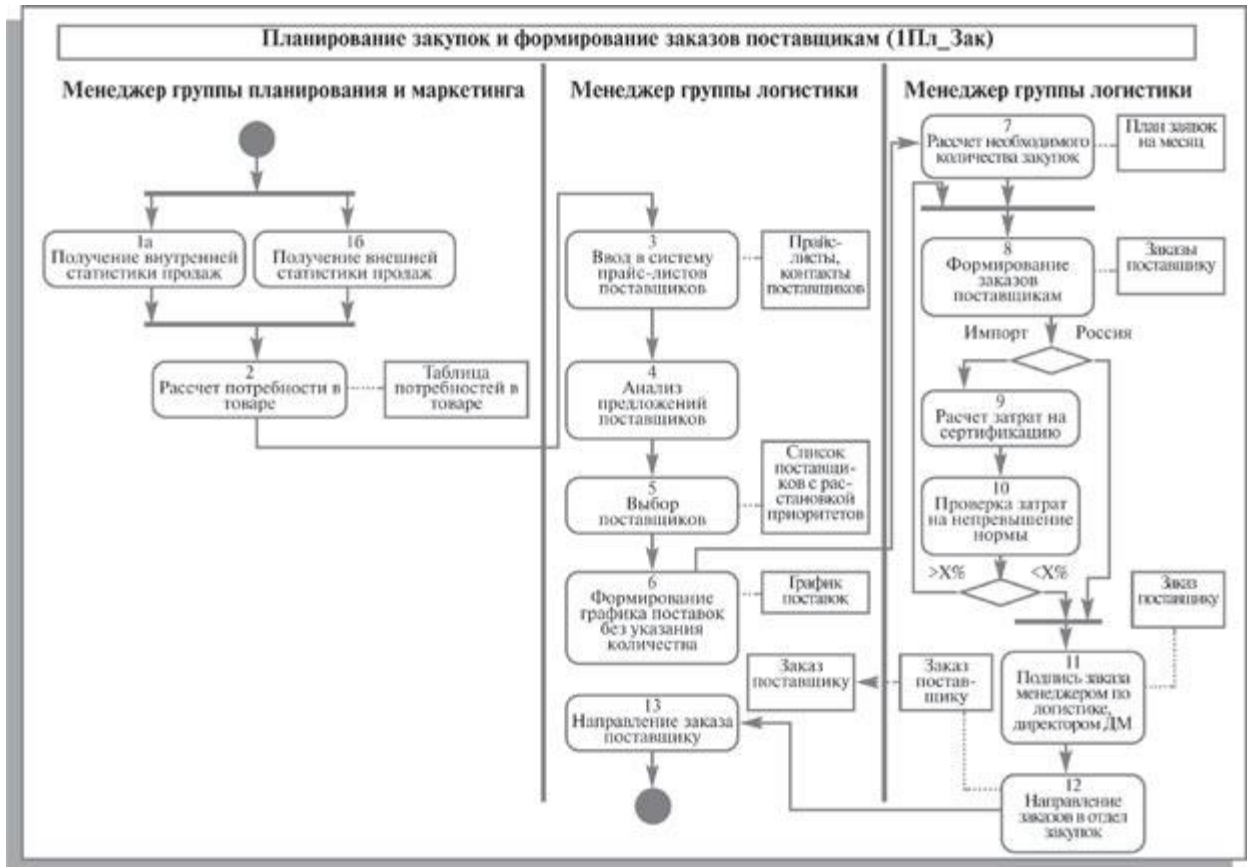

Рис. 5. Диаграмма действий бизнес-процесса "Планирование закупок, формирование заказов поставщикам"
Общий вид диаграммы действий бизнес-процесса "Планирование закупок, формирование заказов поставщикам" представлен на рис. 5.
- В графе 1 проставьте краткое наименование диаграммы - 1Пл\_Зак. Кроме того, в этой графе укажите номер операции, соответствующий изображению на диаграмме действий (рис. 5).